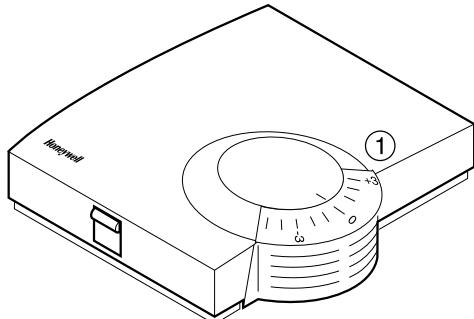

Figura 5: HCW 82
- ▶ Selezionare sulla rotella (1) (vedere Figura 5) la modifica desiderata per la temperatura preimpostata (indicazioni sulla scala in $^{\circ}\text{C}$).
- ▶ Accertarsi che la rotella di regolazione si trovi nella posizione indicata nella Figura 5.